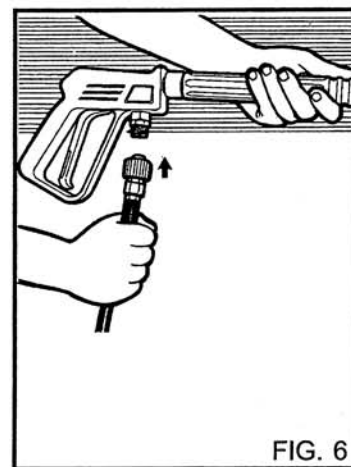

FIG. 6
Conectar el tubo de alta presión a la hidrolimpiadora (fig. 5C) y a la lanza (fig. 6).
5) Descargar la presión del tubo A.P. apretando la palanca de la pistola (fig. 6).